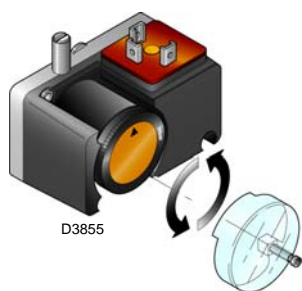

Fig. 21
- Régler le pressostat gaz minimum (Fig. 21) en début d'échelle.